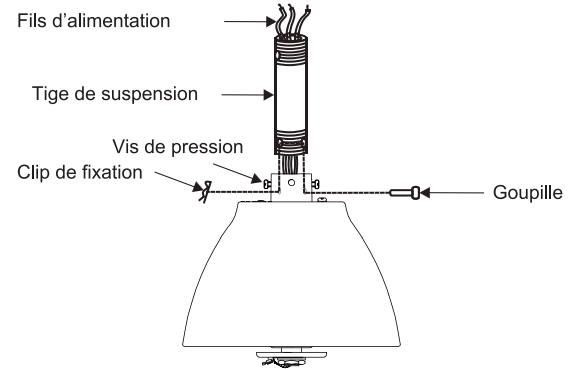

Fig. 10
Étape 7. Desserrez les deux vis de pression et enlevez la goupille ainsi que le clip de retenue du couplage sur le dessus du moteur (Fig.10).
Remplacez ensuite la goupille et le clip de retenue. Serrez les deux vis de pression (Fig.10)